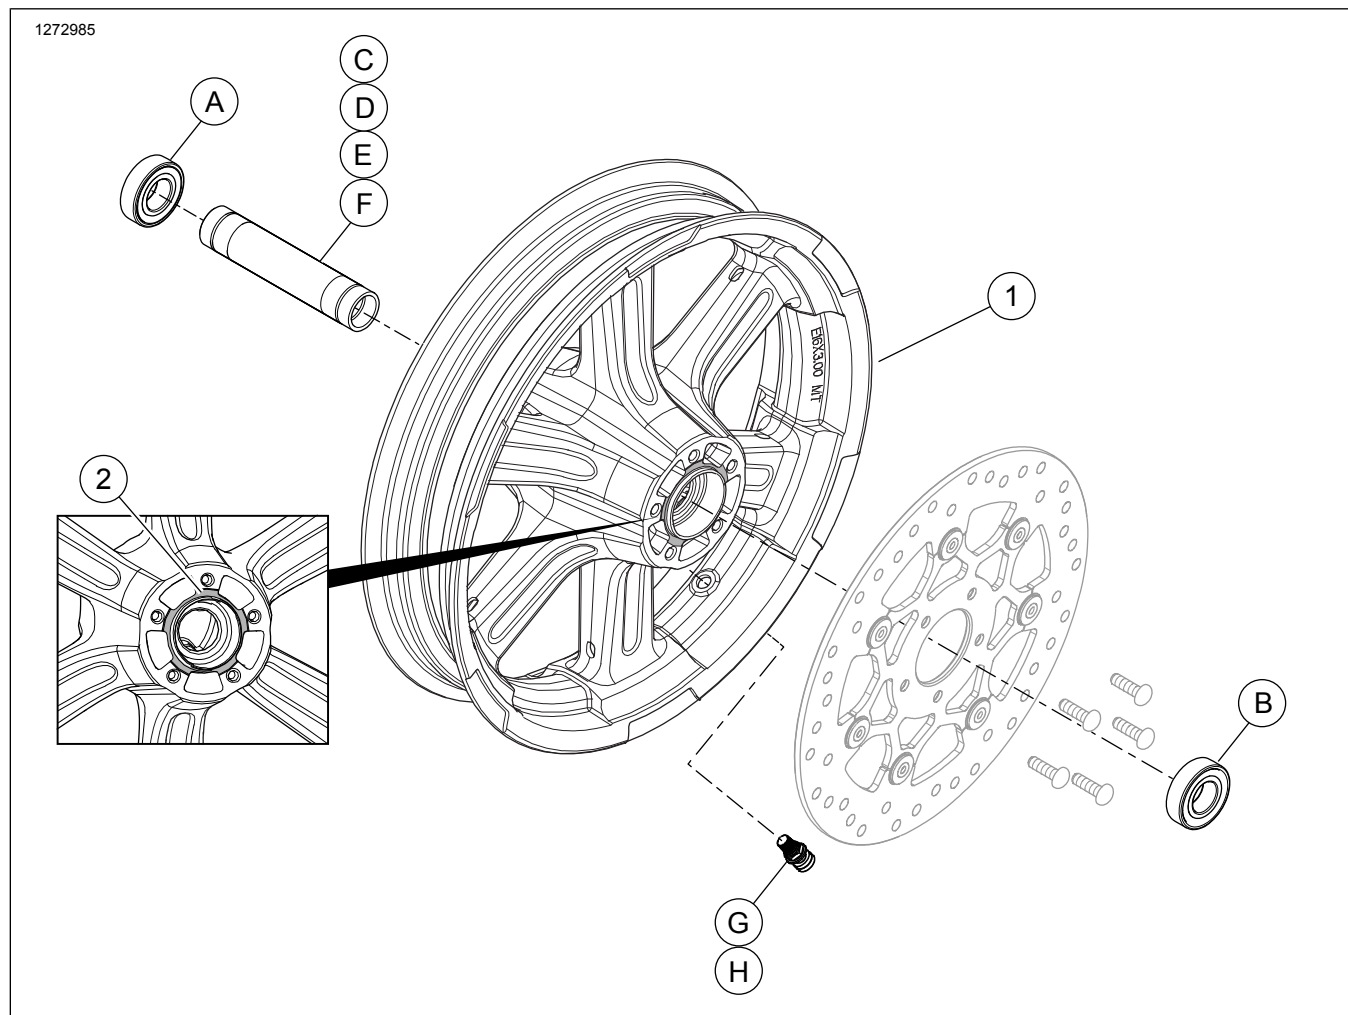

图2。维修零件：前轮套件
此套件仅包括一个定制车轮。参见图2和表3了解套件内容。
2. 参见图2。在车轮上安装闸杆组件。参见维修手册。